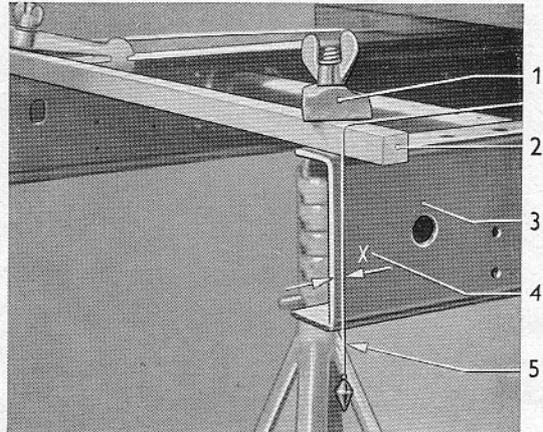

Bild 2 – Hinterkante Meßleiste beiderseits im Abstand „X“ von Hinterkante Rahmen
5. Zweite Meßleiste am Rahmenende wie erste Meßleiste im Abstand „X“ von der jeweiligen Rahmenhinterkante mit Feilkloben festschrauben (Bild 2).